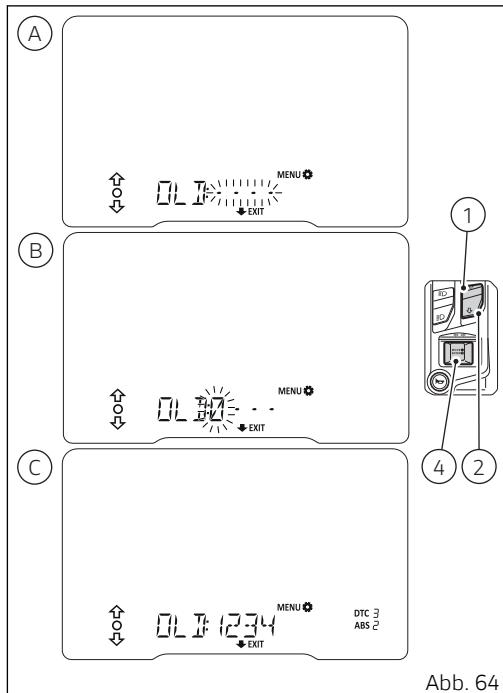

Abb. 64
Wird die Taste (4) zur Bestätigung der vierten und letzten Zahl (C, Abb. 64) gedrückt, wird sich das Cockpit wie folgt verhalten:
- erweist sich der PIN Code als falsch, blinkt im Cockpit 2 Sekunden lang die Angabe „WRONG“ und die Funktion der Änderung des PIN CODES wird geschlossen. Daraufhin kann der alte Code (A, Abb. 64) gewählt und erneut eingegeben werden(Abb. 64)